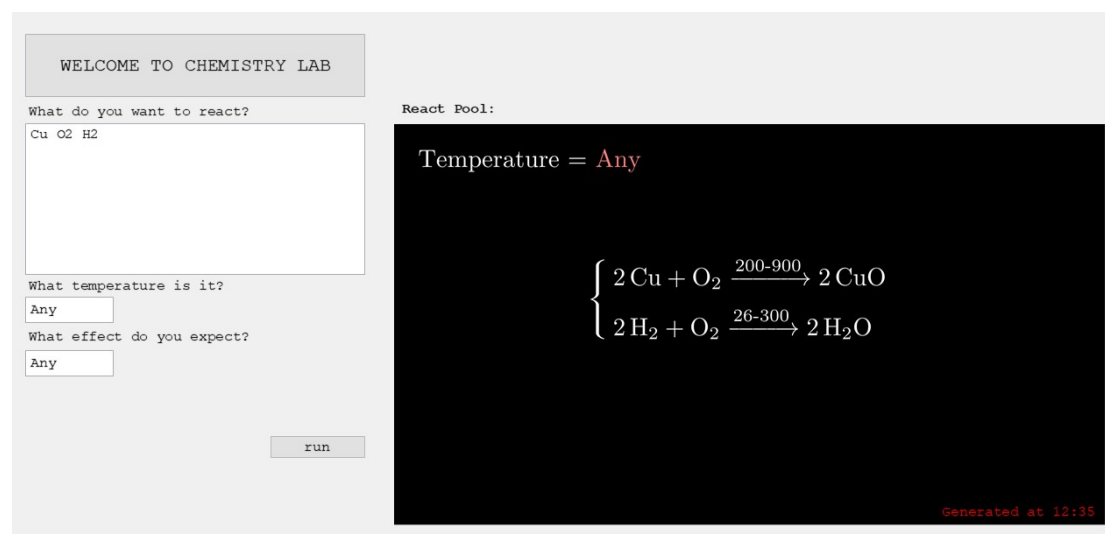

图 3.1
**生成结果：**前端显示出最后生成的化学反应方程式，如图 3.1。